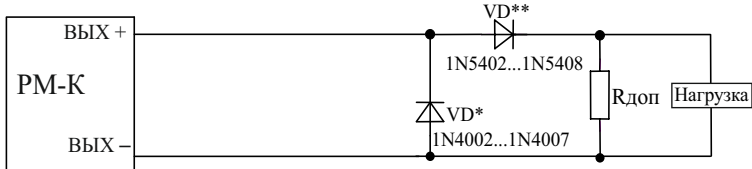

Рисунок 2
5.5 Для обеспечения контроля целостности выходных цепей в разрыв выходной цепи непосредственно к нагрузке должны быть подключены диоды или УПН (рисунок 2) .
5.8 При значении тока, протекающего через нагрузку во включенном состоянии выхода, менее 50 мА, для обеспечения контроля целостности выходных цепей параллельно нагрузке должен быть подключен резистор (R доп) (рисунок 2).
1 – падение напряжения на диоде VD** (рисунок 2), В;